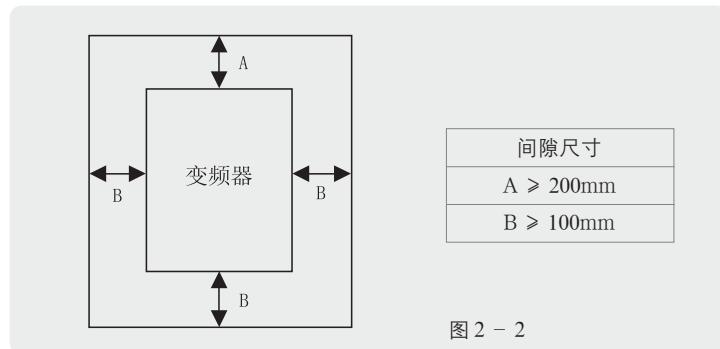

图 2-2
- (1) 变频器应竖直安装，在正前方看到 RNB3000 标牌，请勿倒装或水平安装。应使用螺钉安装在牢固的结构上。
- (2) 变频器运行时要产生热量，为确保冷却空气的通路，应如图 2-2 所示，设计留有一定的空间。因产生的热量向上散发，所以不要安装在不耐热设备的下方。